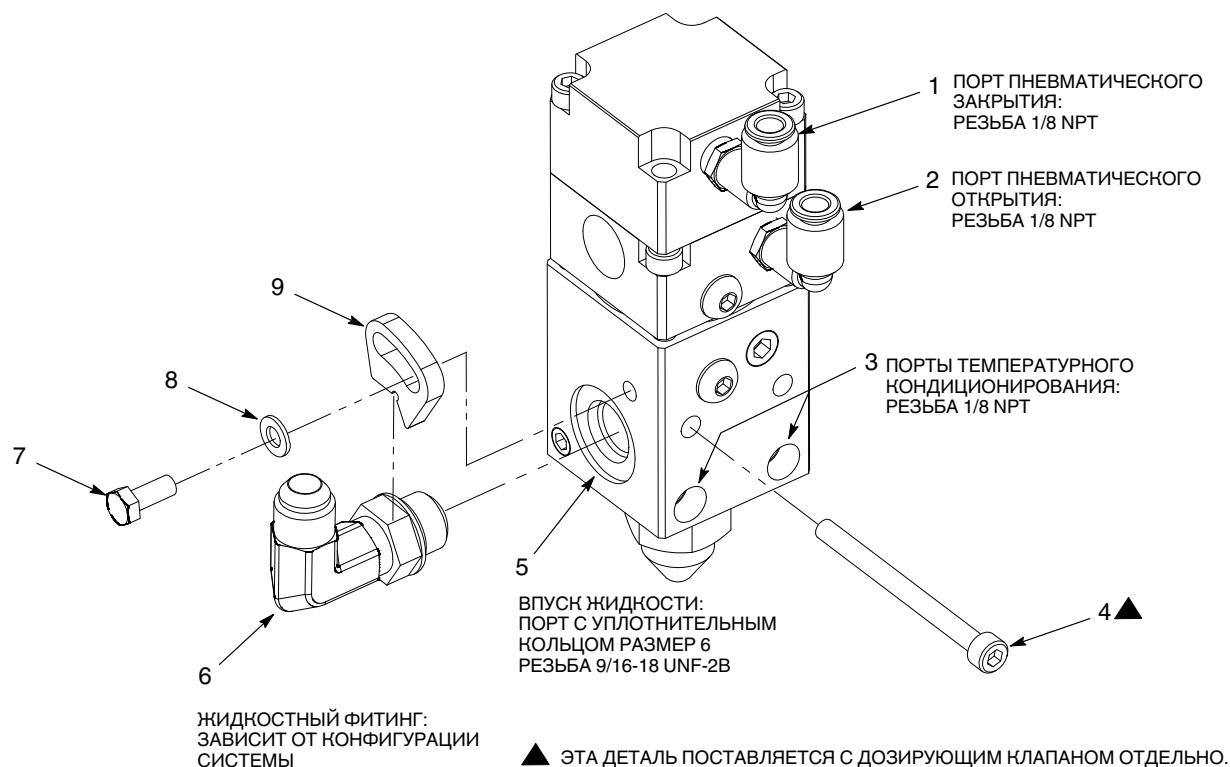

Рис. 6 Типовой монтаж автономного клапана (показан дозирующий клапан XD с температурным кондиционированием)
1. См. рис. 6. Вставить установочные штифты (10) в дозирующий клапан.
2. Смонтировать дозирующий клапан на соответствующем держателе, используя винты (4). Затянуть винты моментом 6,7 Н•м (60 дюйм-фунтов).
- а. Вывернуть винт (7), снять шайбу (8) и поворотный фиксатор (9) с дозирующего клапана.
- б. Поставить соответствующий жидкостный фитинг (6) во впускной порт для жидкости (5) и надежно затянуть.
- в. Смонтировать поворотный фиксатор (9) на жидкостном фитинге (6), используя шайбу (8) и винт (7). Надежно затянуть винт.